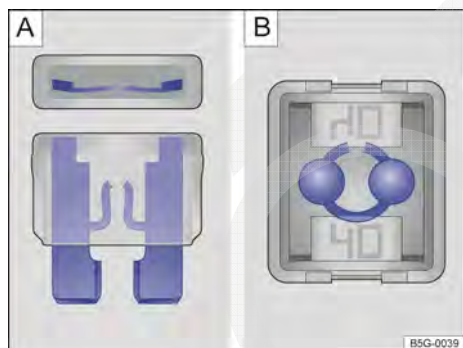

Fig. 284 Fusível queimado: **A** fusível plano, **B** fusível de bloqueio.
- Um *fusível plano* (ATO®, MINI®) queimado é reconhecido de cima ou de lado pela carcaça transparente nas faixas metálicas derretidas → Fig. 284 **A**.
- Um *fusível de bloqueio* (JCASE®) queimado é reconhecido pelas faixas metálicas derretidas por cima da carcaça transparente → Fig. 284 **B**.